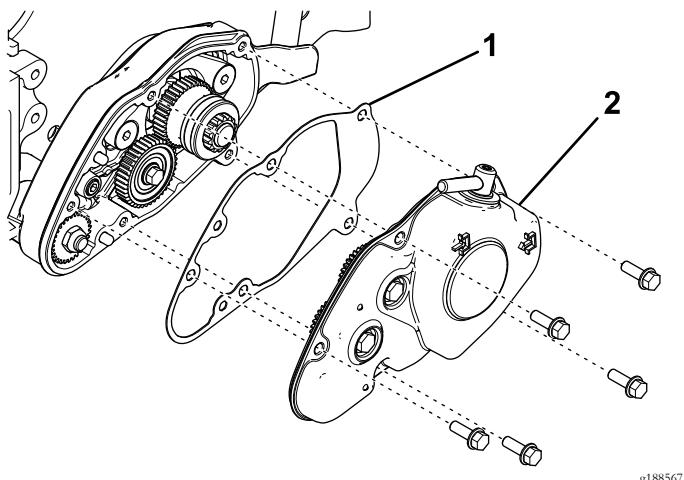

图8
- 将垫片放到疏草刀壳体上的定位销上图8。
- 将盖子安装到疏草刀壳体上将离合器总成的致动销插入驱动齿轮的凹槽图8。
- 用 5 个凸缘头螺栓固定盖子图8。